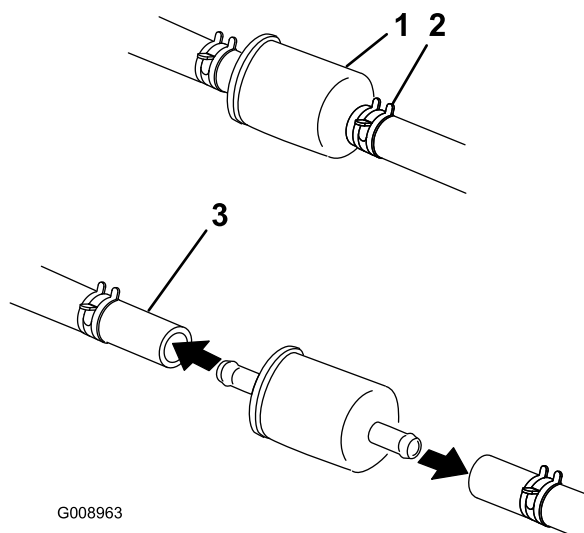

Figura 47
5. Chiudete la valvola di intercettazione del carburante dietro il sedile (Figura 47).
6. Premete le estremità delle fascette stringitubo ed allontanatele dal filtro (Figura 47).
8. Montate un nuovo filtro ed avvicinate le fascette stringitubo al filtro (Figura 47).